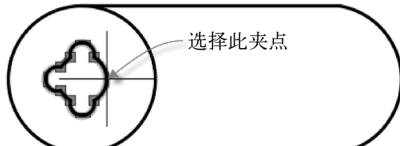

图 5-14 选择要操作的夹点
- 2** 选中左边的一个异形孔图形对象，接着单击其上显示的最右侧的一个小狭长型的夹点以亮显该夹点，如图 5-14 所示。